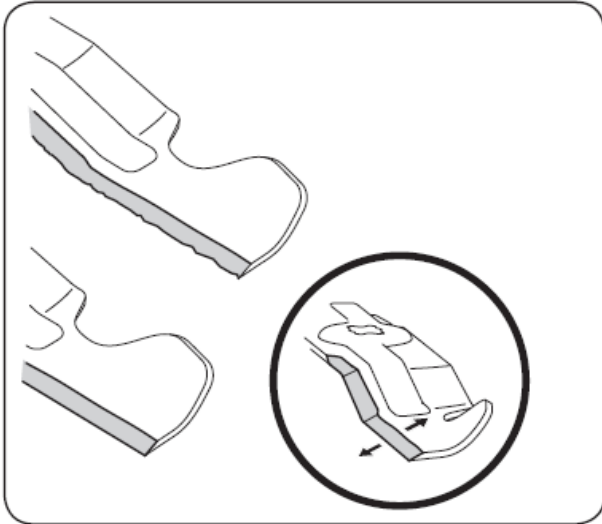

Figure 7-6
4. Pour affûter correctement les lames de coupe, enlevez une quantité égale de métal des deux extrémités des lames le long des arêtes tranchantes, parallèles au bord arrière, à angle de 25° à 30°. Rectifiez toujours chaque arête tranchante de la lame également pour maintenir un équilibre correct de la lame. Consultez la Fig. 7-6.